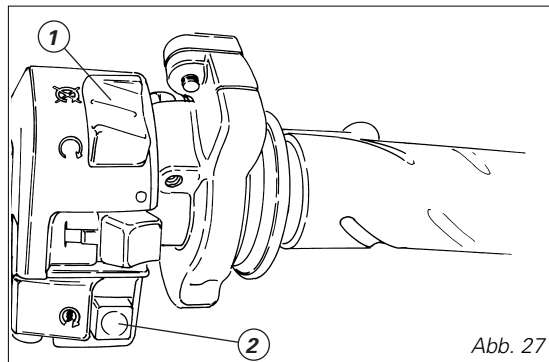

Abb. 27
3) Sich überzeugen, dass der Stoppschalter (1, Abb. 27) auf **○ (RUN)** steht, dann die Startertaste (2) drücken. Das Motorrad spontan anspringen lassen, ohne dabei Gas zu geben.